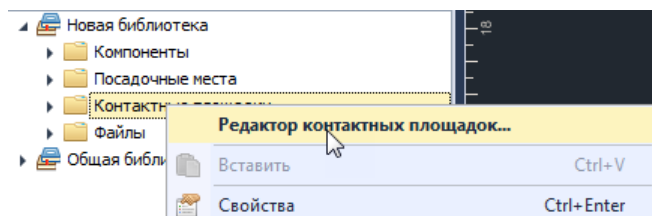

Рис. 139 Вызов редактора контактных площадок для проекта
3. Вызвать контекстное меню и воспользоваться пунктом «Редактор контактных площадок», см. Рис. 139.